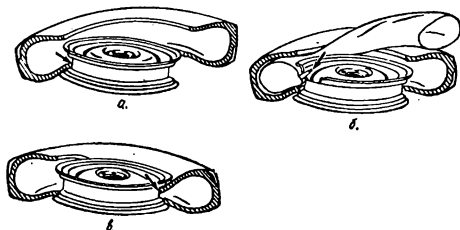

Рис. 87. Установка шины на колесо:
2. Положите шину на диск так, чтобы серийный номер был сверху; с помощью монтажных лопаток наденьте нижний борт шины на обод колеса и введите ее в глубокую часть обода (рис. 87, а).
3. Введите вентиль камеры в отверстие обода и аккуратно заправьте камеру в шину (рис. 87, б).
5. Наденьте с помощью монтажных лопаток верхний борт шины на обод (рис. 87, в). Начинайте заправку наружного борта шины со стороны, противоположной вентилю, и продолжайте в обе стороны, приближаясь к нему. При этом следите за правильностью положения вентиля в отверстии обода, не допуская его перекосов.